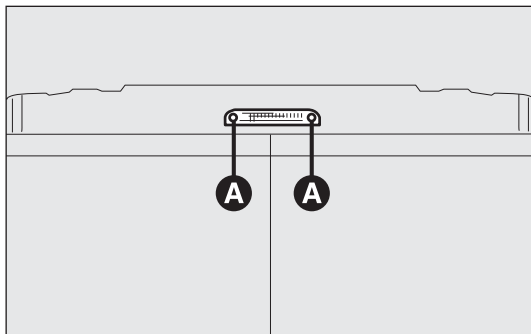

fig. 201
- svitare le due viti di fissaggio A-fig. 201;